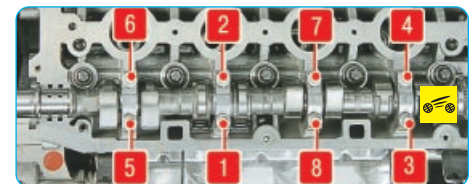

Рис. 5.6. Последовательность вворачивания болтов крепления крышек подшипников распределительного вала
35. Установите крышки подшипников распределительных валов и равномерно затяните болты их крепления, переходя от болта к болту через оборот, в последовательности, указанной на рис. 5.6, моментом, который можно найти в приложении 1.